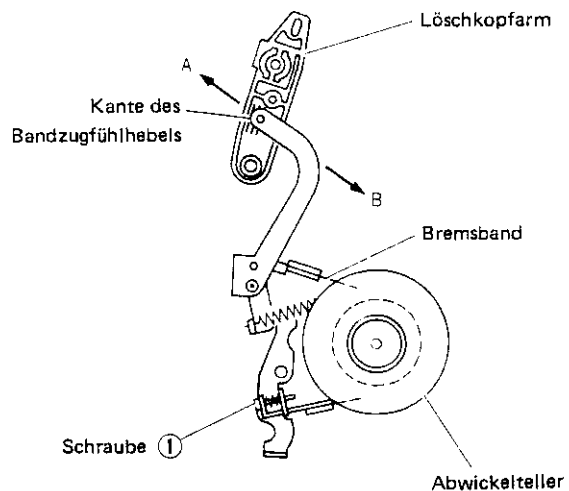

Abb. 2-11 Bandzugführlhebel
2. Wie in Abb. 2-11 gezeigt, sind am Gesamtlöschkopfarm drei Linienmarkierungen vorhanden. Schraube ① so drehen, daß die Kante des Bandzugführlhebels genau auf die äußerste Linie ausgerichtet ist. Durch Drehen der Schraube im Uhrzeigersinn wird der Bandzugführlhebel in Richtung A, durch Drehen gegen den Uhrzeigersinn in Richtung B bewegt.
4. Nach der Einstellung die Kassette entnehmen und Schraube ① versiegeln.